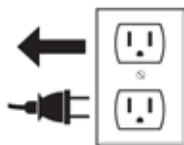

**FIGURA 29**
53. Los accesorios se pueden almacenar en el portaherramientas. **FIGURA 29.** La aspiradora debe almacenarse en interiores.